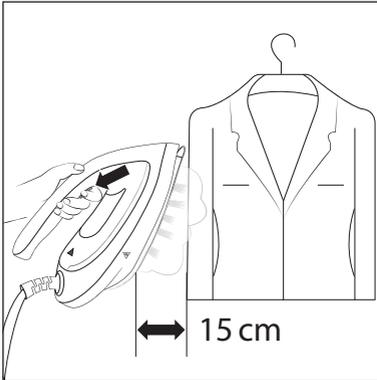

Fig. 6
- 3) Premere il tasto per il getto di vapore  **2** (vedere fig. 6) e applicare uniformemente il vapore ai punti da lisciare del capo di abbigliamento.